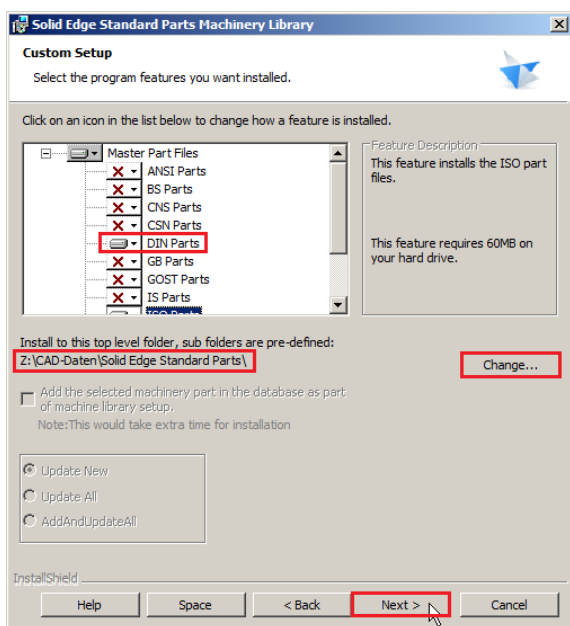

Abbildung 5
2.3. Wählen die zu installierenden Normen aus (Abb. 5), dann rufen Sie mit einem Klick auf *Change* den Dialog auf, um den Installationsordner für die Standard Parts einzustellen. Weiter mit *Next*.